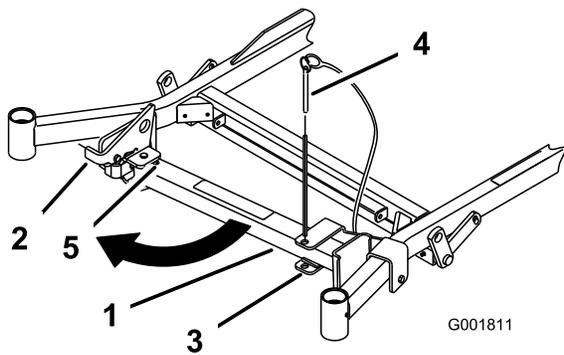
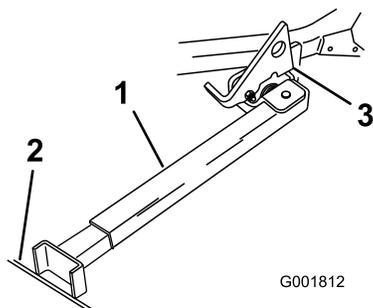

Figura 31
Figura 32
2. Retire el pasador del soporte (Figura 31).
- Levante el enganche. Gire el pie del soporte hacia adelante, y deslice el soporte hacia la máquina, hasta que encaje en la parte de abajo de la ranura (Figura 31 y Figura 32).
- Ponga el pie del soporte en el suelo con el enganche descansando sobre la pestaña de giro (Figura 32).
Nota: Para obtener los mejores resultados, coloque el pie del soporte en una ranura de la acera o en el césped (Figura 32).
- Conduzca la máquina sobre el soporte. Pare cuando el enganche caiga por encima de la pestaña a la posición bloqueada (Figura 32). Una vez que esté sobre el soporte, ponga el freno de estacionamiento y apague el motor.
- Ponga el soporte de nuevo en su posición de descanso (Figura 31).